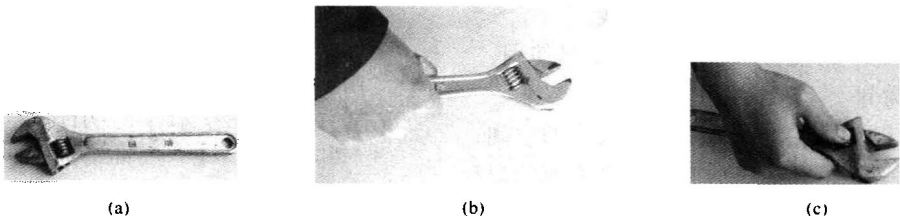

图 1-13 活动扳手的结构与使用
(1) 活动扳手的结构和规格。活动扳手由头部活动扳唇、呆扳唇、扳口、蜗轮和轴销等构成，如图 1-13 (a) 所示。蜗轮可调节扳口大小。其规格用长度×最大开口宽度（单位为毫米）来表示，电工常用的活动扳手有 150mm×19mm (6in)、200mm×24mm (8in)、250mm×30mm (10in) 和 300mm×36mm (12in) 等四种规格。
(2) 活动扳手的使用方法。
1) 扳动大螺母时，常用较大的力矩，手应握在近柄尾处，如图 1-13 (b) 所示。
2) 扳手较小螺母时，所用力矩不大，但螺母过小易打滑，故手应握在接近扳头的地方，如图 1-13 (c) 所示，这样可随时调节蜗轮，收紧活动扳唇，防止打滑。